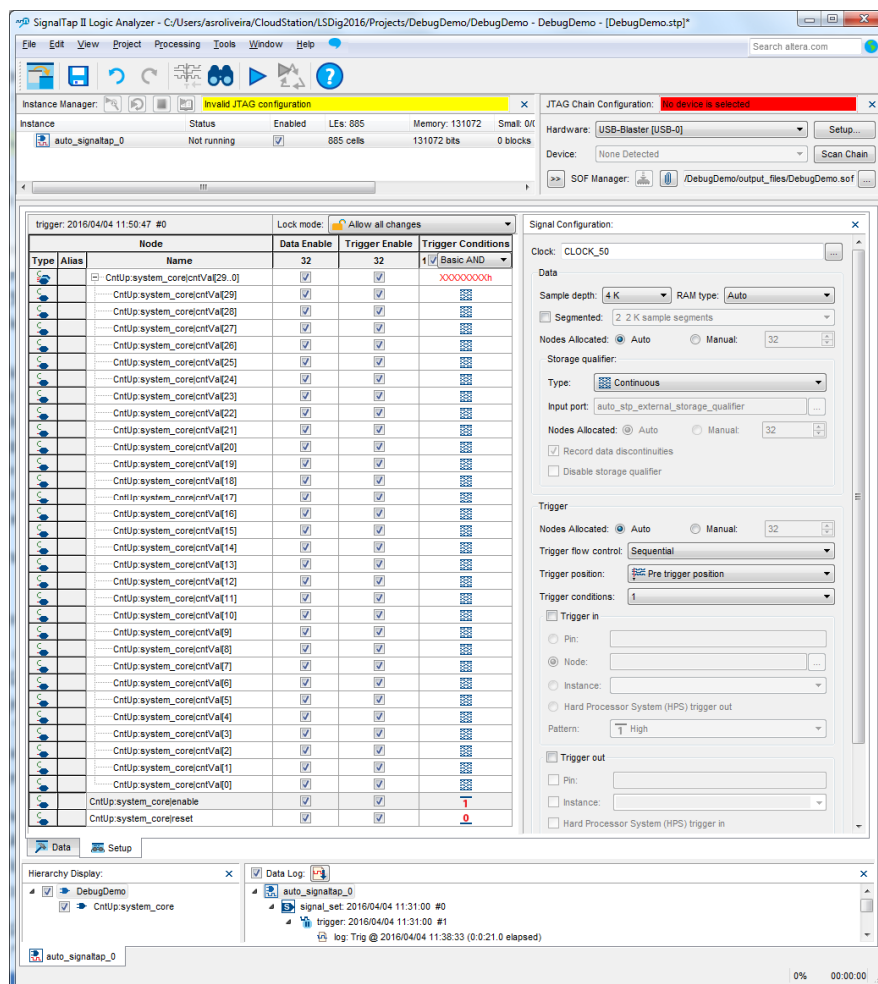

Figura 22 – Aspeto da aplicação “SignalTap Logic Analyzer” com os parâmetros configurados.
5. Após premir *Insert* e fechar a janela de “Node Finder” deverá configurar na janela principal os seguintes parâmetros (Figura 22):
8. Especifique o ficheiro SOF a usar para configurar a FPGA (“output_files/DebugDemo.sof”) e programe a FPGA (botão  no canto superior direito da Figura 22). O ficheiro SOF inclui quer a configuração da lógica do sistema desenvolvido, quer a configuração da lógica correspondente às componentes de hardware do analisador lógico.